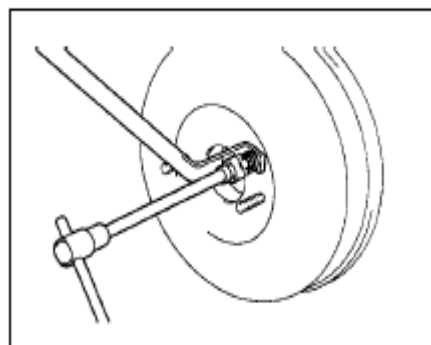

Рис. 267
- (4) Отрегулируйте длину задвижки толкателя (рис. 267) вакуумного усилителя с помощью специального прибора, пока задвижка толкателя не коснется головки сердечника.